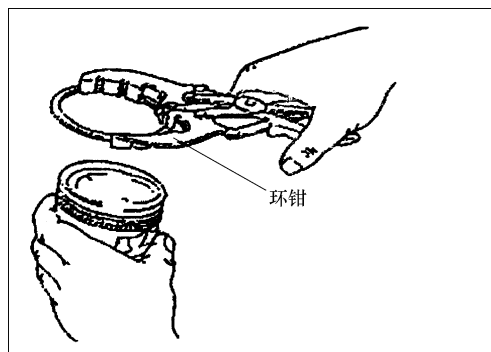

图 2-121 安装第 1 气环
③ 按与第②步相同的步骤安装下刮片。
④ 装入刮片后应确认刮片是否可向左右自由转动。
(3) 第 1 气环和第 2 气环的安装
① 如图 2-121 所示，用环钳安装第 2 气环后，再安装第 1 气环。